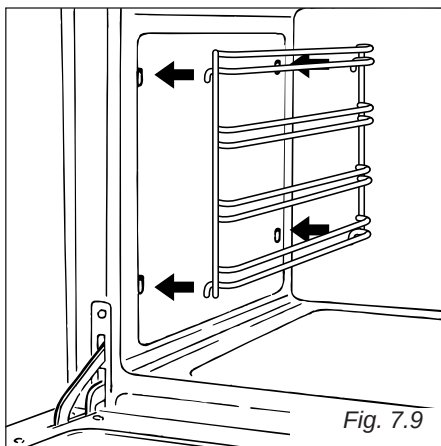

Fig. 7.9
- Accrocher les grilles latérales fig. 7.9).